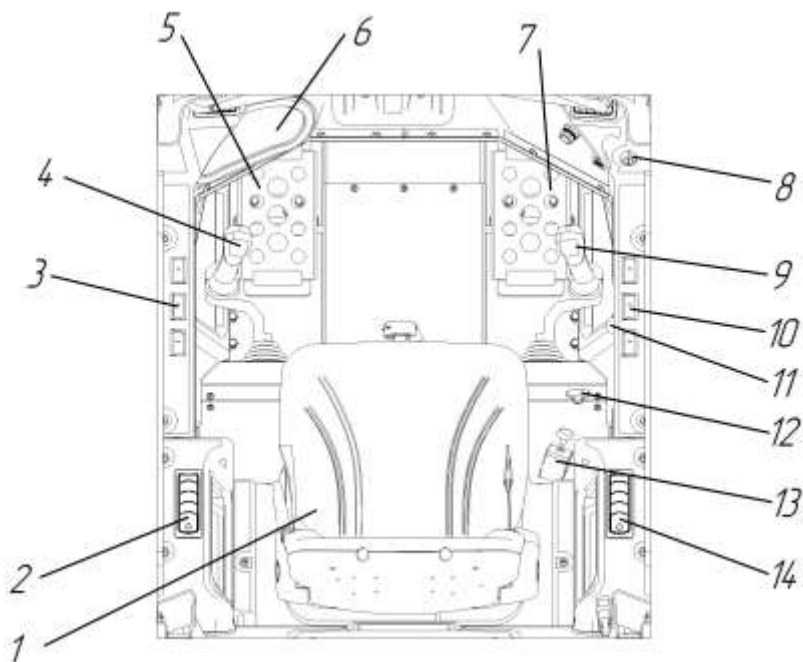
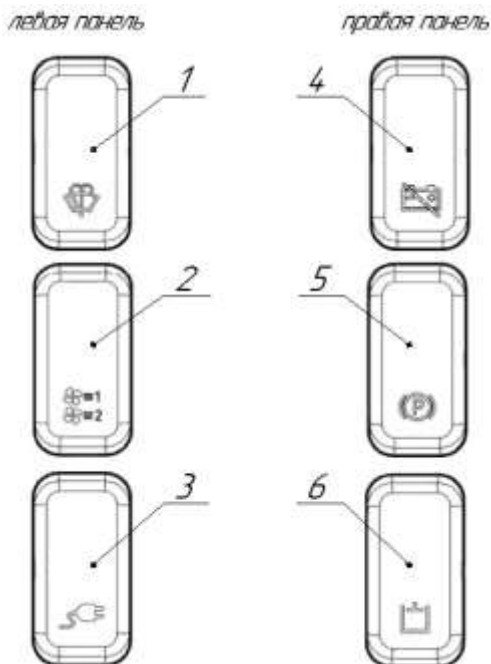

Рисунок 5.1 – Органы управления машиной
Рисунок 5.2 – Выключатели боковых панелей
Сиденье оператора 1 (здесь и далее - рис.5.1) оснащено подлокотниками и ремнем безопасности. Сиденье имеет продольную регулировку, регулировку угла наклона спинки, регулировку жесткости подвески (в зависимости от комплектации). Также сиденье оснащено датчиком не застегнутого ремня или датчиком присутствия оператора. Если оператор не пристегнут или не находится на сиденье горит соответствующий индикатор на комбинации приборов. В этом случае будет заблокирована работа гидравлической системы погрузчика.
Левая 3 и правая 10 панели (рис. 5.1) выключателей включают в себя по три выключателя. Выключатель 1 (рис. 5.2) управляет работой стеклоочистителя и омывателя передней двери. Для включения стеклоочистителя нажмите на заднюю часть выключателя. Данное положение выключателя фиксированное. Для выключения стеклоочистителя нажмите на переднюю часть выключателя. Для включения стеклоомывателя нажмите на заднюю часть клавиши, данное положение не является фиксированным. Включение стеклоомывателя возможно только при работающем стеклоочистителе.
Выключатель 5 управляет включением стояночного тормоза. Для снятия машины со стояночного тормоза необходимо нажать на заднюю часть выключателя. При этом на комбинации приборов 6 (рис. 5.1) должен погаснуть соответствующий индикатор.
- включите «массу» погрузчика клавишей 4 (см. рис. 5.2);